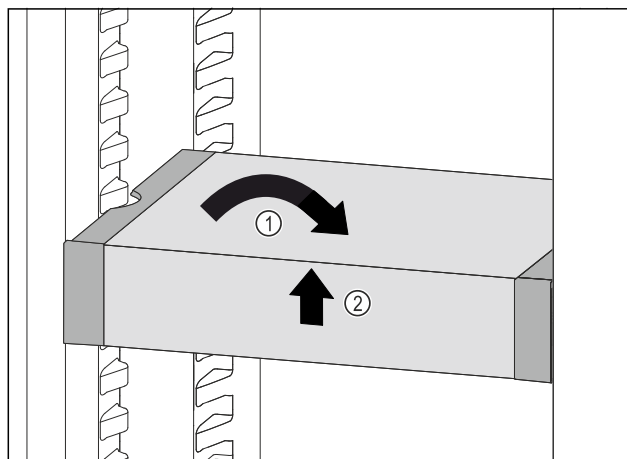

Fig. 110
- ▶ VarioSafe ustawić prosto. Fig. 110 (1)
- ▶ VarioSafe unieść z przodu. Fig. 110 (2)